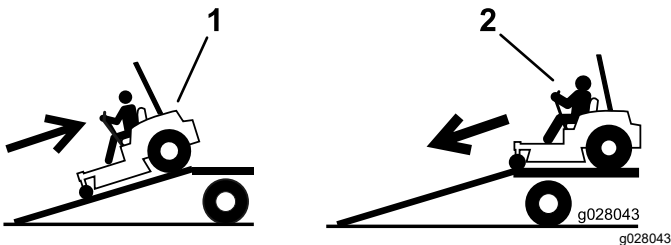

Figura 40
4. Suba la máquina por la rampa en marcha atrás (Figura 40).
2. Baje la máquina por la rampa conduciendo hacia adelante (Figura 40).